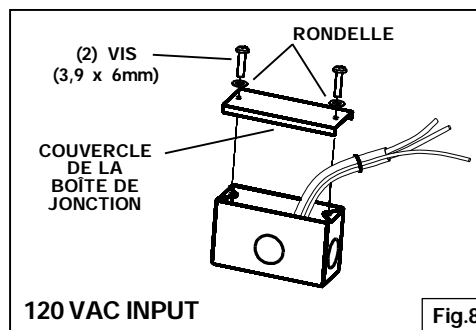
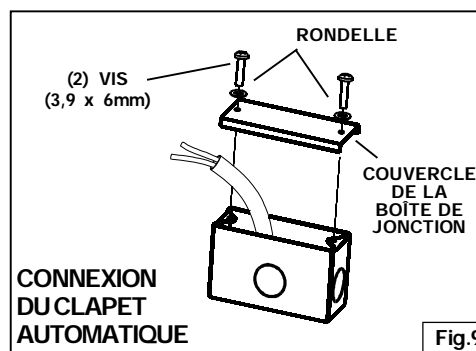

Fig.8
Fig.9
• 120 VAC (figure 8)
3. Installer le couvercle de la boîte de jonction et fixez-le avec (2) vis 3,9 x 6 mm et (2) rondelles. Assurez-vous que les câbles ne sont pas coincés entre le couvercle et la boîte.
• CONNEXION DU CLAPET AUTOMATIQUE (figure 9)
3. Installer le couvercle de la boîte de jonction et fixez-le avec (2) vis 3,9 x 6 mm. et (2) des rondelles. Assurez-vous que les câbles ne sont pas coincés entre le couvercle et la boîte.